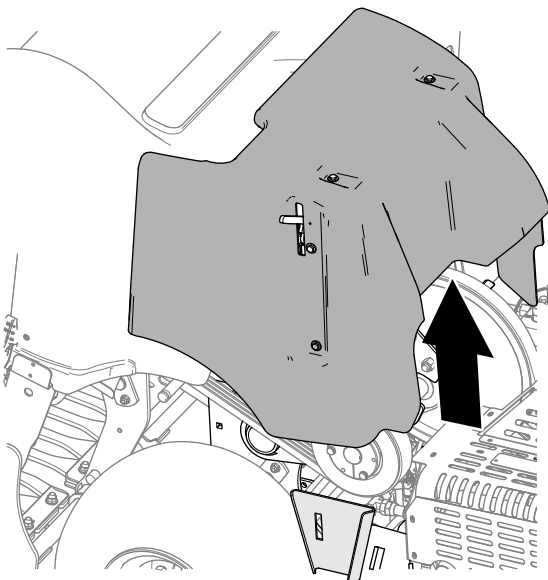

**Figura 142**
2. Eleve la manivela del cierre (Figura 142).